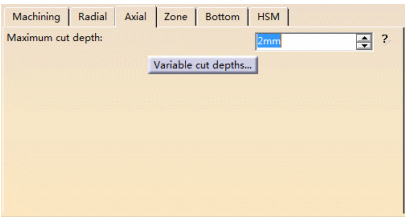

图 3-25 “Axial” 选项卡（1）
- 在“Axial”选项卡(1)的“Maximum cut depth”文本框中输入“2mm”，如图 3-25 所示。